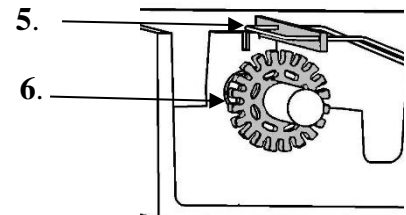

Fig. 3
**Let op!** (Zie fig. 3). De messing strip (5) is vanaf de fabriek in ontkoppelde positie geplaatst. De Wandelmoeren (6) worden niet bediend.
**Attention!** (See fig. 3) The guide lever (5) is standard in an open position. The cam wheels (6) are disconnected.
**Achtung!** (Siehe Bild 3) Die Führungsleiste (5) ist ab Werk geöffnet. Die Schalträder (6) sind entkoppelt.
**Attention!** (fig. 3) A départ d'usine, la plaque (5) est ouvrir. Les roues (6) ne sont pas enclenché.